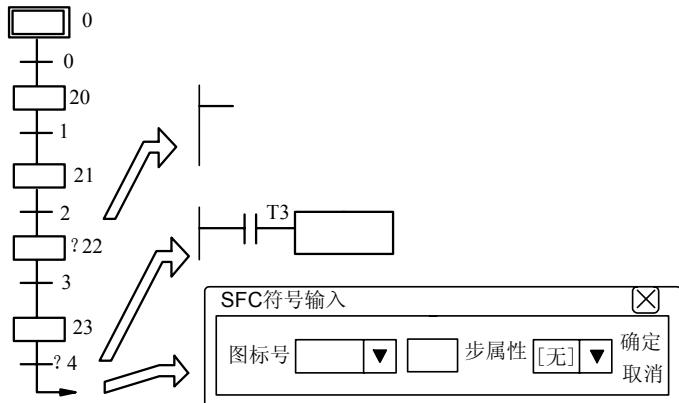

图 4-4
(4) 若用 GX 编程软件编写上述 SFC 程序如图 4-4 所示。
- ① 当光标移到“? 22”步时，其梯形图如何编辑？
- ② 当光标移到“? 4”进行转移条件编辑时，试在图中填写表示条件转移的指令。
- ③ 当光标移到图中最下端进行跳转时双击鼠标，试在 SFC 符号输入对话框中填入相应的指令和步。